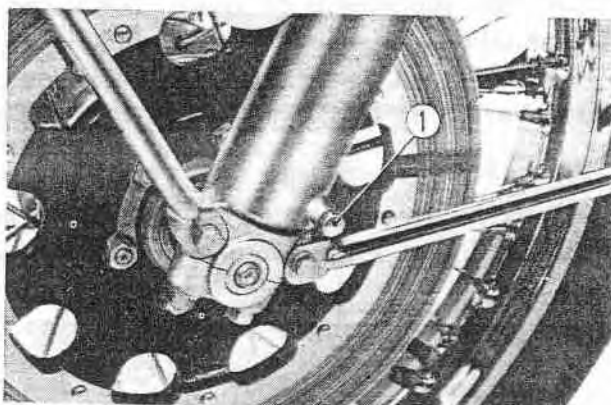

Fig. 19-16 ① Bouchon de vidange de fourche avant
- (2) Vidange de l'huile de fourche avant
- Dévisser le bouchon de vidage situé à la partie inférieure de l'amortisseur de fourche. Vidanger l'huile en appuyant sur la suspension. Revisser ensuite le bouchon de vidage. (Fig. 19-16)